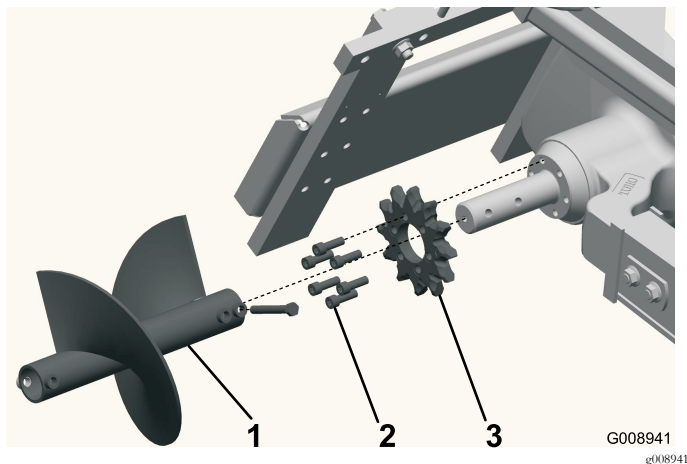

Figure 11
3. Enlevez la vis sans fin de débrayage (Figure 11).
8. Enlevez les 6 boulons de fixation du pignon d'entraînement (Figure 11).
9. Déposez le pignon d'entraînement et mettez-le au rebut (Figure 11).
11. Placez le pignon de remplacement sur l'axe comme montré à la (Figure 11).
12. Vissez les 6 boulons de fixation dans le pignon d'entraînement à la main (Figure 11).